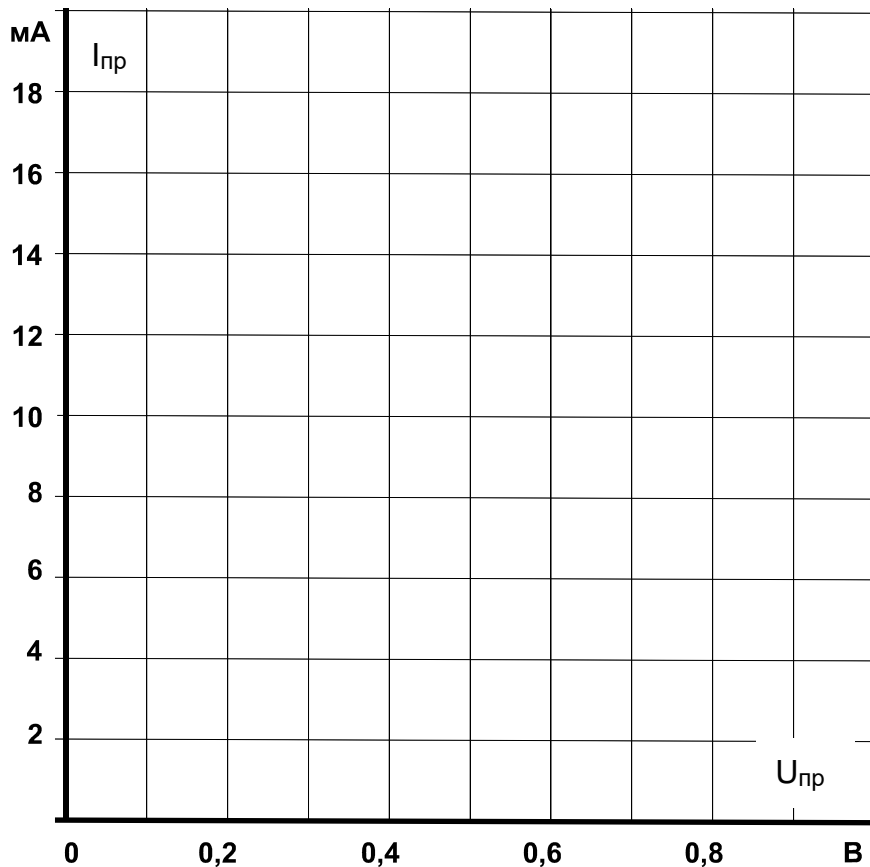

Рис. 5.2.2
- На графике (рис. 5.2.2) постройте характеристику включения **p-n** переходов  $I_{пр} = f(U_{пр})$ .